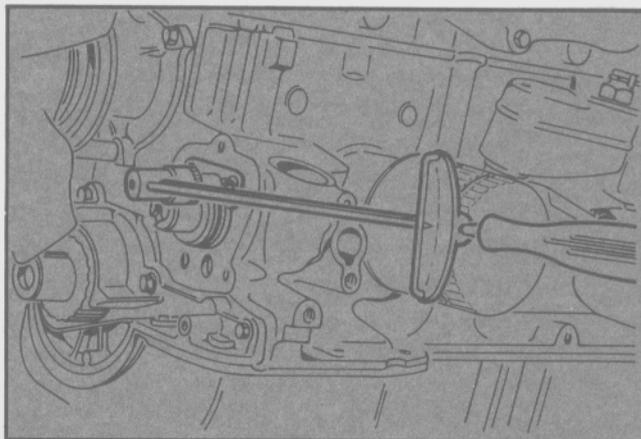

Fig. 119 - Ajuste de los tornillos de la placa de empuje
- Instalar el eje auxiliar y la placa de empuje (Fig. 119). Comprobar el juego longitudinal del eje auxiliar, la lectura debe estar dentro de los valores indicados en especificaciones. Si es necesario reemplazar la placa de empuje.